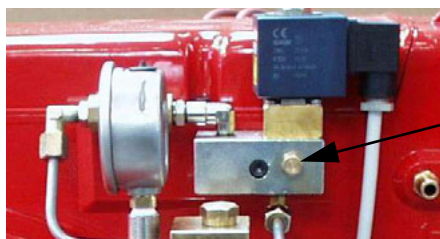
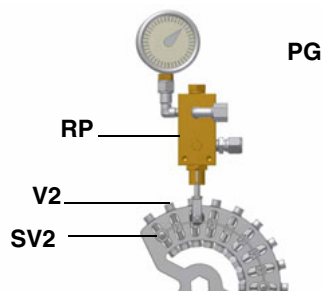

Рис. 21
Рис. 22
- 6 Давление питания форсунки уже отрегулировано заранее на заводе-изготовителе и не должно изменяться. Только в случае необходимости, отрегулировать давление питания (см. соответствующий параграф) следующим образом: установить манометр в положение, указанное на Рис. 21, воздействовать на регулировочный винт **VR** насоса (см. Рис. 22) до получения на форсунке давления в 20 бар (см. таблицу на Стр.22);
- 7 для получения максимального расхода дизельного топлива регулировать давление (считывая значения на манометре PG), не изменяя при этом, уже отрегулированный, во время настройки работы на газе, расход воздуха (см. предыдущий параграф): все время проверяя параметры горения, воздействовать на винт варьируемого сектора, соответствующий жидкому топливу **SV2** (см. Рис. 22), но по достижении положения большого пламени.